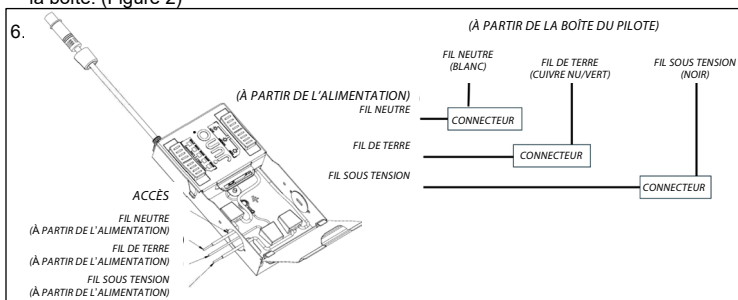

Figure 2
■ Connectez le fil noir au fil sous tension, le fil blanc au fil neutre et le fil vert à la terre (comme indiqué) et fixez-le à l'aide d'un connecteur wago. Fermez le couvercle de la boîte. (Figure 2)